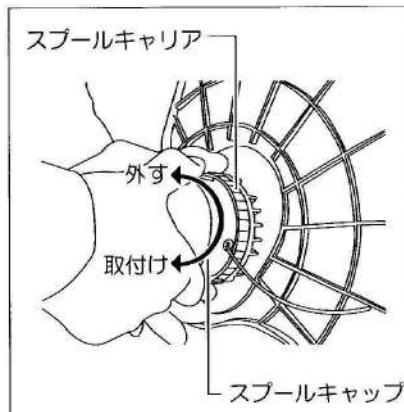

図12
- ①本機を裏返しにして平らな所に置きます。
- ②スプールキャリヤを押さえて、スプールキャップを左回りでキャリヤから外してください。(図12参照)
③スプールキャリヤを押さえて、スプールキャップを押しながら右に回転させます。(図12参照)